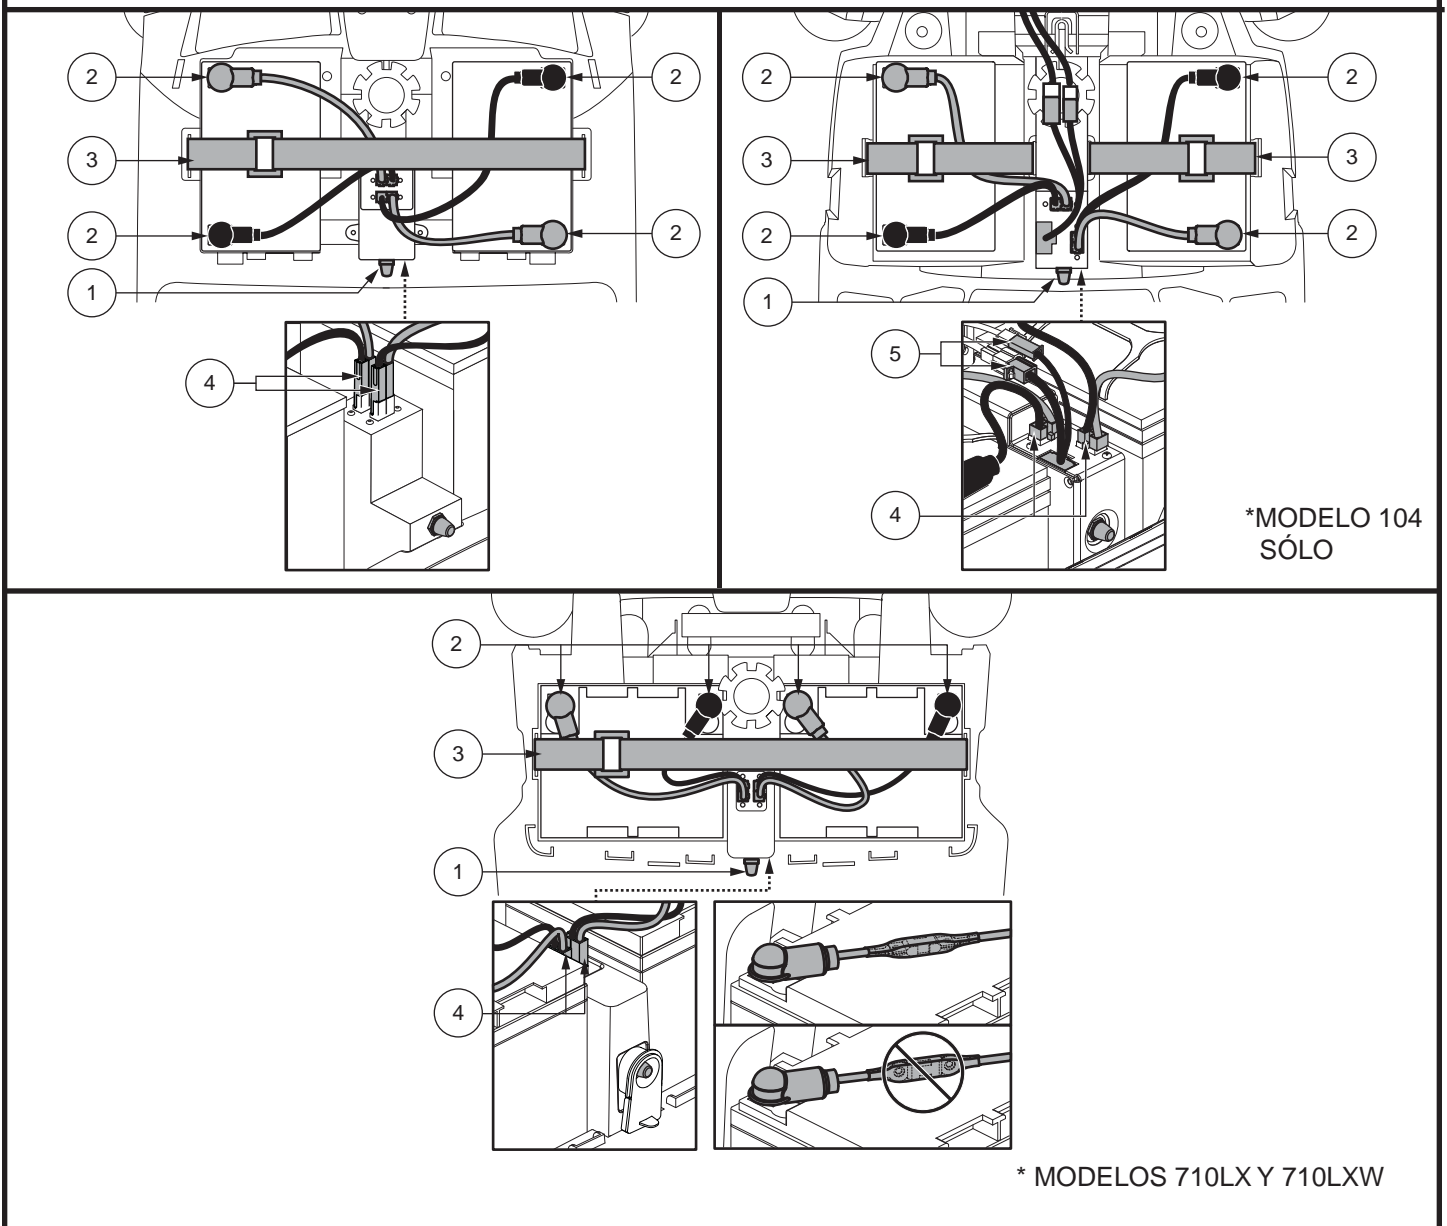

Figure 11. Extracción de la batería / Instalación
2. Desconecte la cincha de amarre de las baterías (**fig. 11**).
3. Quite los tornillos del perímetro del paquete de baterías (**fig. 11**).
6. Coloque una nueva batería en el compartimento. Para los modelos 710LX y 710LXW, coloque los terminales de la batería de cada batería hacia atrás. Para todos los demás modelos, coloque los terminales de la batería de cada batería uno enfrente del otro y hacia los lados externos del scooter (**fig. 11**).